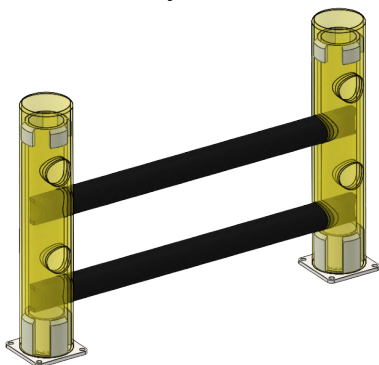

Рисунок 1. Встановлення першої пари поперечин у стовпи
1. Вставити дві чорні поперечні секції до упору в отвори стовпів (рис. 1). Осі наскрізних круглих отворів у поперечинах як тут, так і надалі мають бути розміщені вертикально. Починати можна з будь-якої секції бар'єра.